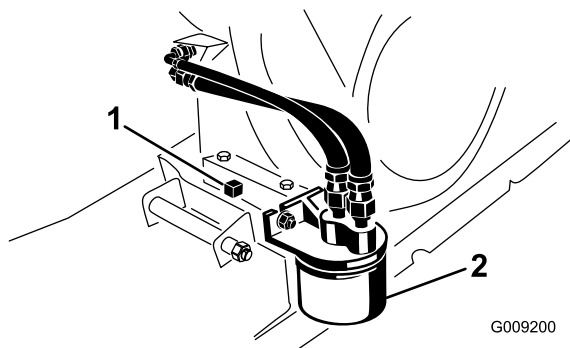

Figure 32
6. Enlevez le bouchon de vidange et le joint (Figure 32).
2. Déposez le filtre à huile (Figure 32).
4. Vissez le filtre neuf sur l'adaptateur jusqu'à ce que le joint touche la plaque de montage, puis serrez-le de 1/2 à 3/4 de tour supplémentaire (Figure 32).